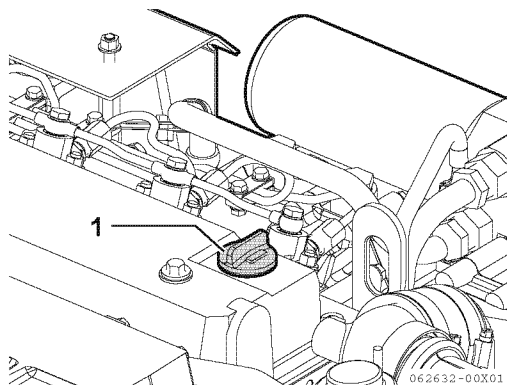

Figura 7
1. Retire el tapón amarillo de la boca de llenado de aceite (**Figura 7, (1)**) y rellene con aceite de motor.